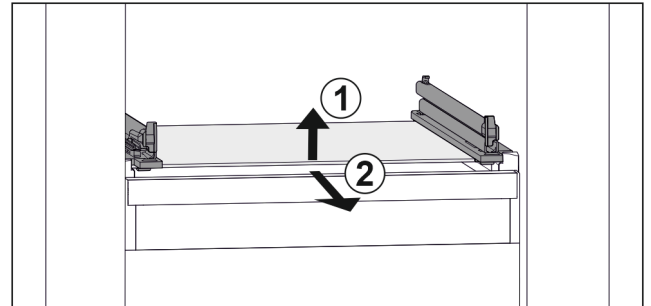

Fig. 41 Beispielhafte Darstellung der Glasplatte
- Glasplatte vorne anheben. Fig. 41 (1)
- Glasplatte nach vorne entnehmen. Fig. 41 (2)